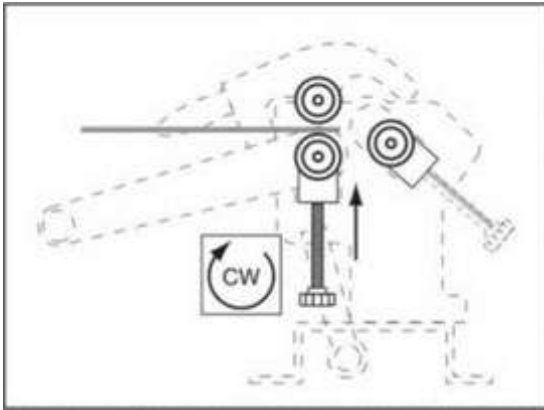

Рис. 13 Подъем нижнего ролика
- Поместите заготовку между верхним и нижним роликами, как показано на Рис. 13. Поворачивайте рукоятку регулировки толщины, чтобы поднять нижний ролик, пока заготовка не будет плотно зажата между верхним и нижним роликами. Рукоятки регулировки толщины следует поворачивать на равный угол.